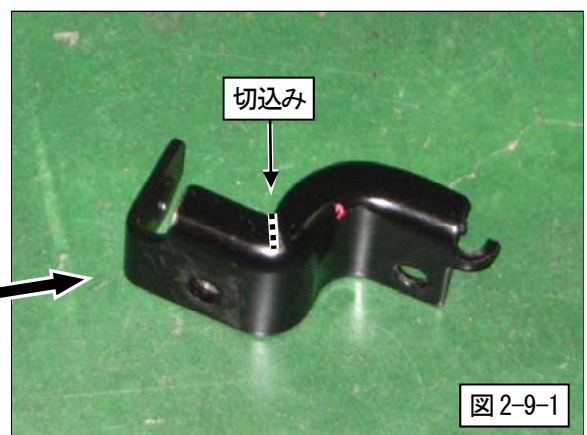

図 2-9-1
(1) 純正ブラケットを外し、図の点線部に切込みをいれてください。(図 2-9-1, 2-9-2)